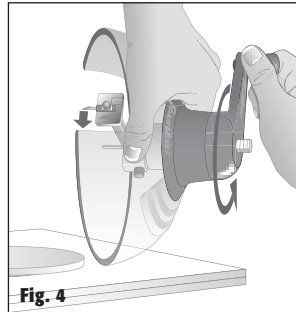

Fig. 4
- Avant de poser la scie, placer la scie cloche sur son flanc. Avec une main sur les rainures de prise en main, faire tourner le pommeau de découpe dans le sens inverse des aiguilles d'une montre jusqu'à ce que la lame revienne à sa position la plus remontée (Figure 4).